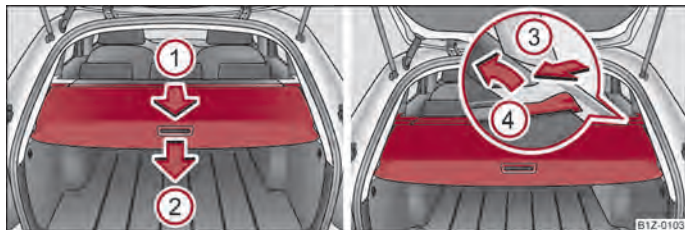

Fig. 60 Maletero: Cubierta del maletero enrollable/quitar la cubierta del maletero enrollable
- Tire de la cubierta enrollable del maletero en el sentido de la flecha ① hasta el tope en posición asegurada ⇒ fig. 60.
Si desea utilizar todo el espacio del maletero, podrá desmontar la cubierta enrollable del mismo ⇒ fig. 60.